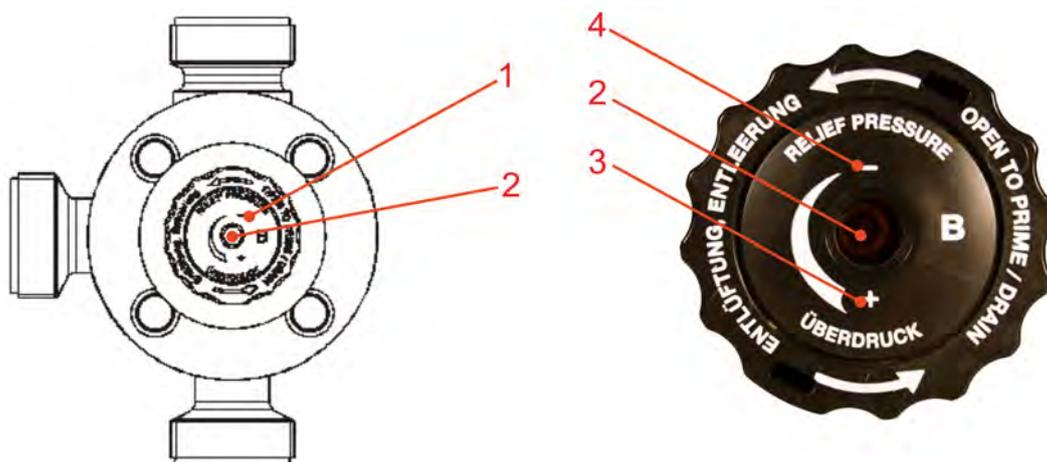

Fig. 7 : Réglage de la fonction d'immersion (surpression)
| 4 | Surpression : purge / vidage (bouton de réglage « B »), Fig. 7 |   |  |
- Diminuer ou augmenter progressivement la valeur de base ajustée en tournant respectivement le bouton rotatif « B » (Fig. 7, pos. 2) avec une clé pour vis à six pans creux (INBUS, ouverture : S5) dans le sens des aiguilles d'une montre ou dans le sens inverse.